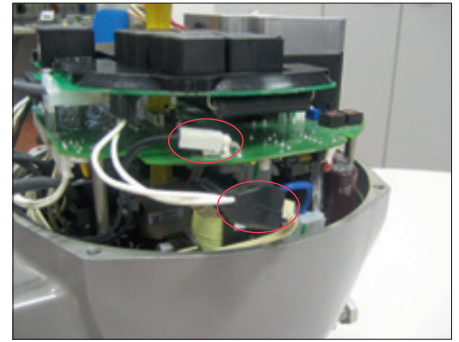

Abb. 48
- Verbinden Sie den 2-poligen, schwarzen Stecker der OM13-Karte mit dem 2-poligen Stecker, der zuvor abgezogen wurde (Abbildung 48).
- Schließen Sie das schwarze 2-polige Verbindungskabel der OM13-Karte an die Logikkarte an (Abbildung 48).